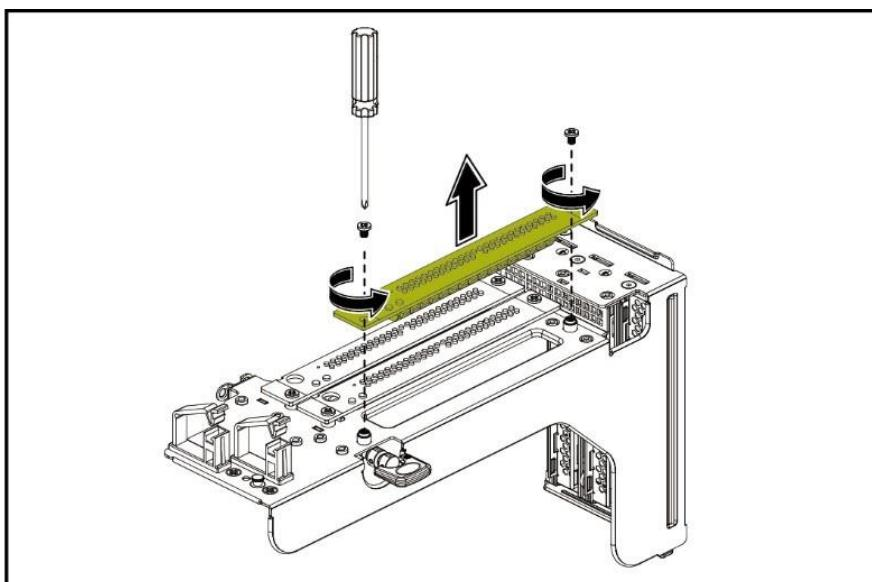

Рисунок 55 – Демонтаж райзера
- С помощью крестовой отвертки открутите 2 винта, фиксирующие райзер на модуле PCIe, и снимите его вертикально (см. рисунок 55).